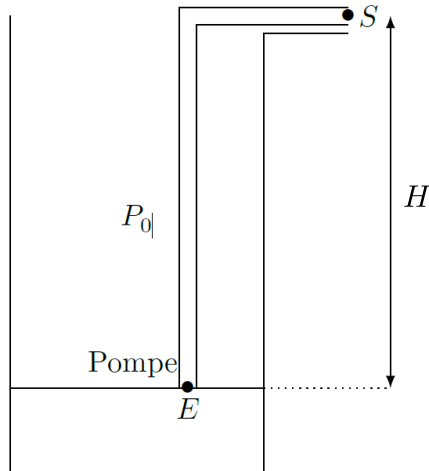

FIGURE 4
Pour l'irrigation des cultures sous serre, l'eau est puisée à une profondeur $H = 30 \text{ m}$ (figure 4). À la surface libre du puits, la pression de l'eau P_E est égale à la pression atmosphérique $P_0 = 1,0 \times 10^5 \text{ Pa}$. La pression d'utilisation au niveau du sol est de $P_S = 1,5 \times 10^5 \text{ Pa}$. Le débit volumique de l'écoulement est $D_v = 1,0 \text{ L/s}$. La conduite possède une section $\Sigma = 2,5 \times 10^{-3} \text{ m}^2$ constante. On note $g = 9,8 \text{ m/s}^2$ l'accélération de la pesanteur et ρ_e la masse volumique de l'eau.
30. En se référant à la figure 4, donner la valeur numérique de K .